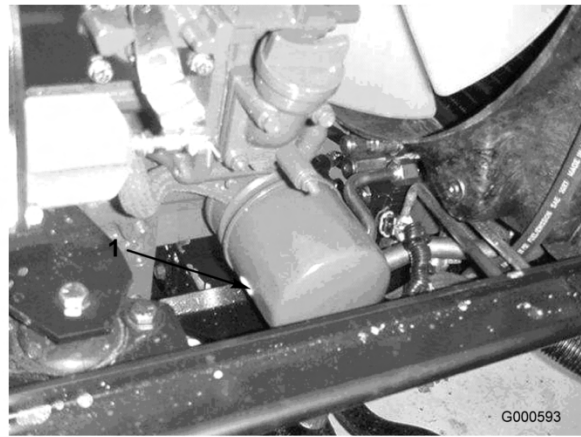

図 33
2. オイルフィルタ（図 33）を外す。新しいフィルタのシールに薄くエンジン・オイルを塗って取り付ける。締めすぎないように注意すること。